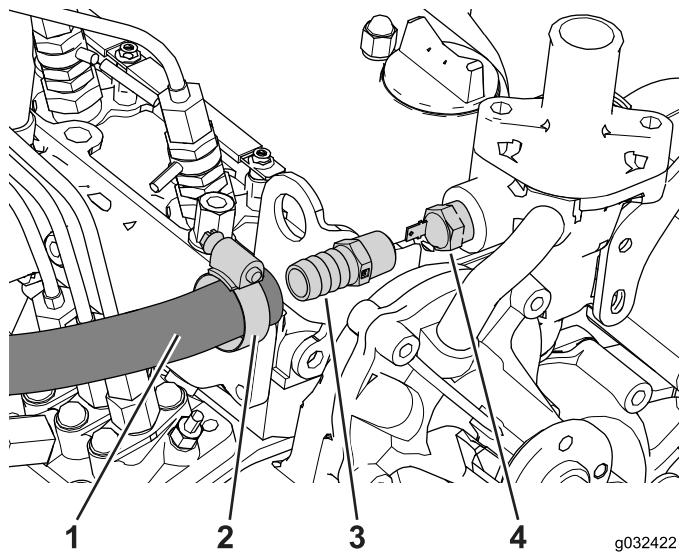

Рисунок 20
2. Найдите, отсоедините и снимите датчик температуры (Рисунок 20).
6. Наденьте шланговый хомут на конец шланга (Рисунок 20).
7. Наденьте шланг на прямой штуцер и закрепите его шланговым хомутом (от  $\frac{1}{2}$  до  $1\frac{1}{4}$  дюйма), как показано на Рисунок 20.